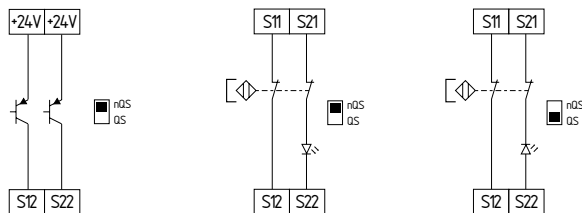

Fig. 13 Fig. 14 Fig. 15
**Comando de dois canais de um dispositivo de proteção de segurança eletrónico (baseado em microprocessadores) com saídas de semicondutores de comutação P (por exemplo, AOPD's, conforme EN IEC 61496 (ver Fig. 13))**